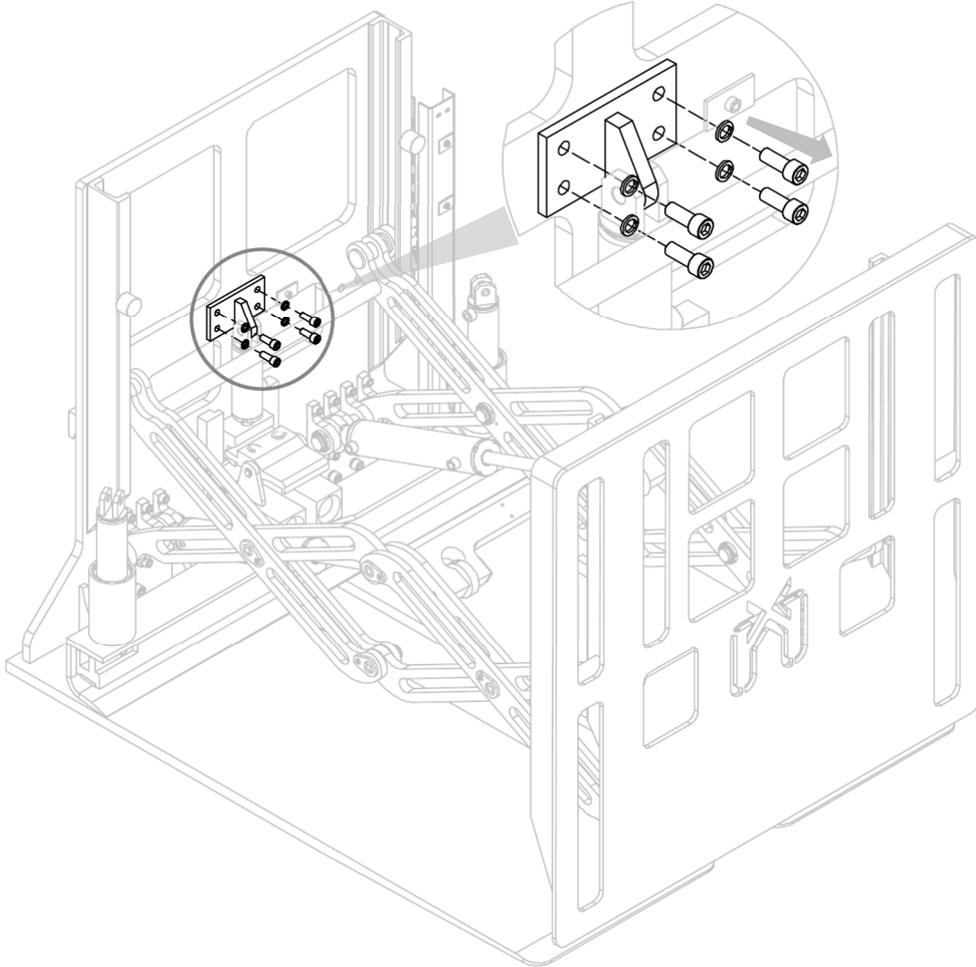

Figure 30
3. Retirer l'attelage du vérin après avoir enlevé les vis et les rondelles élastiques qui le maintiennent (voir *Figure 30*).43